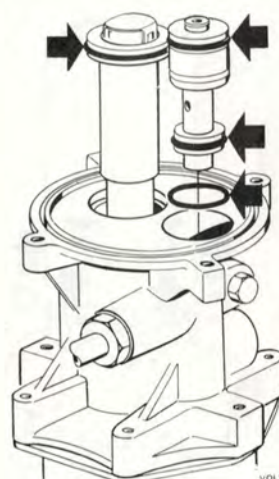

Bild 67
4. Olja in de nya O-ringarna med kylkompressorolja och montera dem på de nya ventilererna (2 st på expansionsventilen och 1 st på sugtrycksventilen). Placera en O-ring på expansionsventilens säte i huset (bild 67).